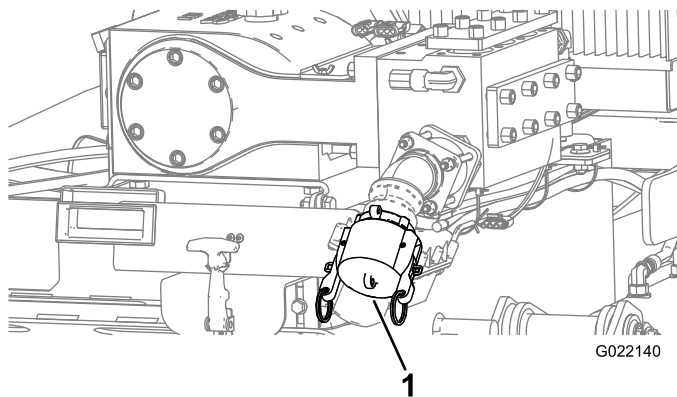

Figura 150
- C. Certifique-se de que a tampa esteja instalada na sucção da bomba de fluido de perfuração (Figura 150).